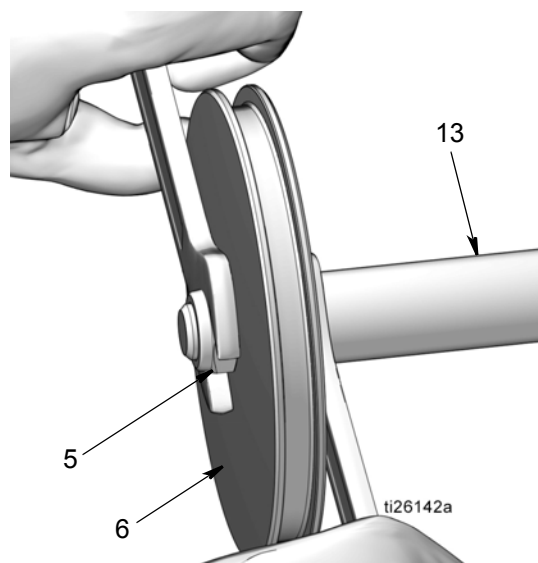

FIG. 49
- Monter l'écrou (5) sur l'extrémité de la tige de piston (13). Tourner deux clés dans le sens opposé l'une de l'autre pour serrer l'écrou. Poser une clé à fourche sur les méplats de la tige de piston ; la seconde clé est utilisée pour serrer l'écrou (5) comme indiqué à la FIG. 49.
**REMARQUE :** La clé à fourche posée sur les méplats de la tige de piston n'est utilisée que pour tenir fermement la tige, **ne pas faire** tourner cette clé. Faire tourner cette clé pourrait rayer ou endommager la surface du piston et entraîner des fuites de liquide pendant le fonctionnement de la pompe. Ne faire tourner que la clé posée sur l'écrou (5) pour le serrer. Serrer à un couple de 20,3 à 23,1 N•m (15 à 17 po-lb).